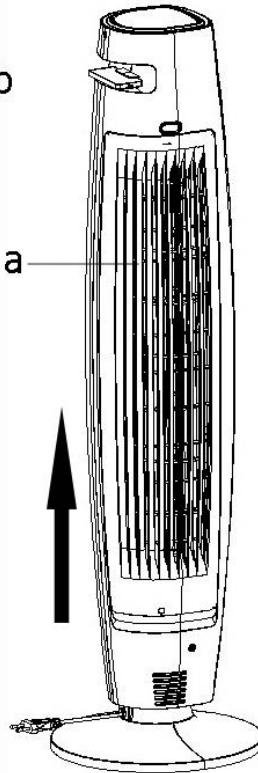

Abb. 3
- 5) Installieren Sie das Windrad (b) wieder im Gerät, ziehen Sie die Mutter (c) in Richtung „TIGHTEN“ fest. Befestigen Sie das Lufteinlassgitter (a) wieder (Abb. 3); stellen Sie sicher, dass es richtig eingerastet ist, sonst kann das Gerät nicht eingeschaltet werden.